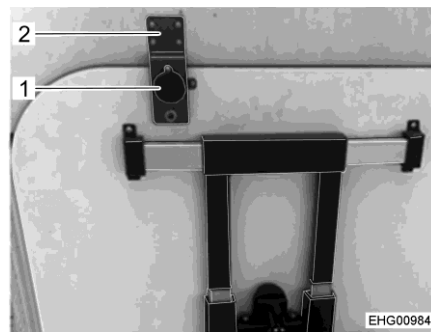

Bild 39 Tischplatte (in Halterung)
- Tischplatte in Halterung (Bild 39,2) hinter dem Fahrersitz schieben, bis Rastknopf (Bild 39,1) einrastet.
- Rastknopf (Bild 39,1) ziehen. Die Verriegelung löst sich.
- Tisch aus Halterung (Bild 39,2) herausziehen.